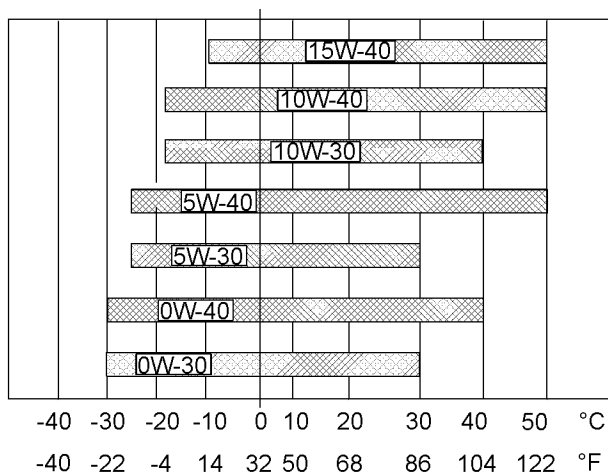

Abbildung 34
Informationen zur Bestimmung der erforderlichen Ölviskosität beim Starten eines kalten Motors sind der Abbildung 34 (Tiefsttemperatur) zu entnehmen.
Informationen zur Wahl der erforderlichen Ölviskosität für den Motorbetrieb bei der höchsten zu erwartenden Umgebungstemperatur sind der Abbildung 34 (Höchsttemperatur) zu entnehmen.
- Siehe geeignete "Schmiermittelviskosität". Zur Bestimmung der für den verwendeten Motor geeigneten Ölviskosität siehe Abbildung 34.